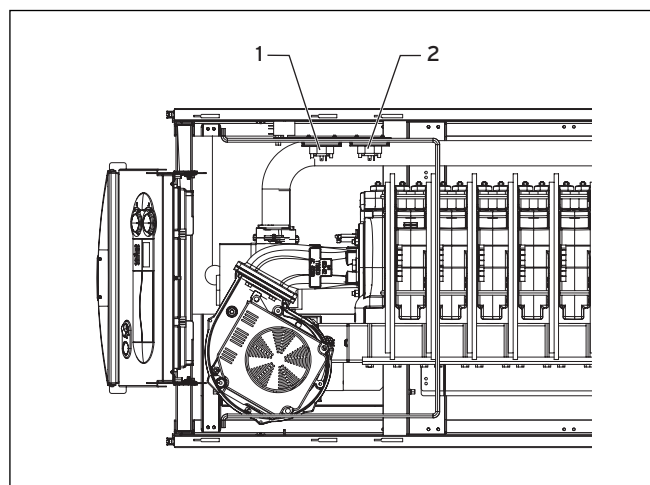

Abb. 8.4 Abgasdruckwächter überprüfen
- Überprüfen Sie den Schlauch zum Abgasdruckwächter (2, Abb. 8.4) auf Verschmutzung und richtigen Sitz.
- Überprüfen Sie die Schläuche zum Verbrennungsluftdruckwächter (1, Abb. 8.4) auf Verschmutzung und richtigen Sitz.